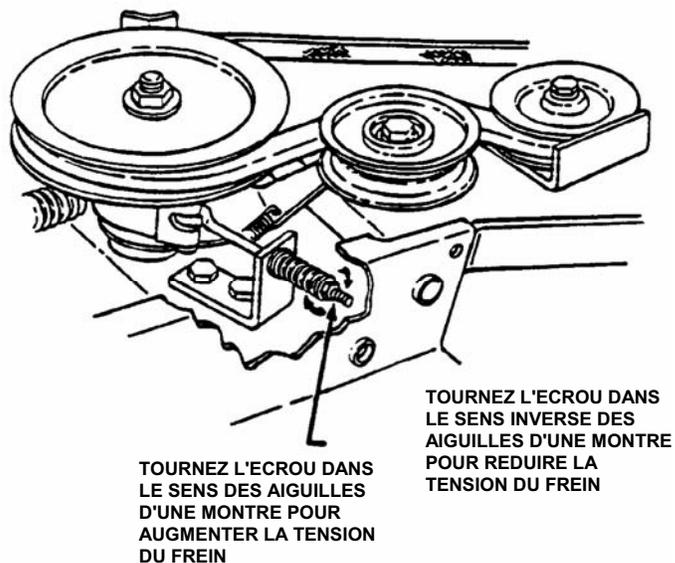

FIGURE 4.2
3. Si la dimension mesure plus de 8,3 cm, tournez l'écrou dans le sens des aiguilles d'une montre (vissage) pour augmenter la tension de frein. Si cet écartement fait moins de 7,6 cm, tournez l'écrou en sens inverse pour réduire la tension (voir la Figure 4.2).